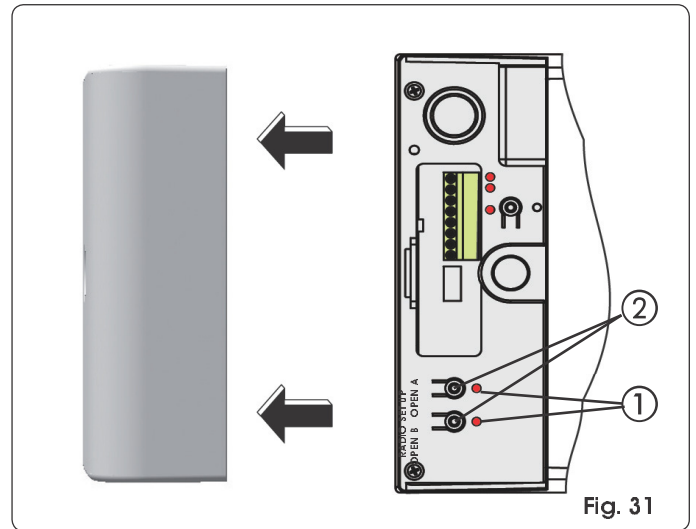

Fig. 31
- 4) Presione 1 segundo el pulsador OPEN A o OPEN B (Fig. 31 ref. ②) para memorizar, respectivamente, la apertura total o la parcial.
- 2) Presione 1 segundo el pulsador OPEN A o OPEN B (Fig. 31 ref. ②), para memorizar, respectivamente, la apertura total o la parcial.